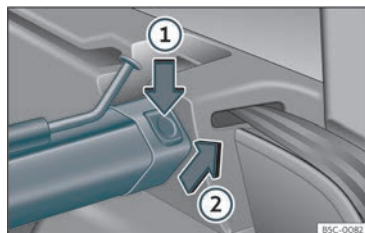

Fig. 132 Na bagageira: desmontar a rede de separação.
- Pressione o botão de desbloqueio esquerdo ou direito »» Fig. 132 no sentido da seta ①.
- Retire a carcaça do suporte no sentido da seta »» Fig. 132 ②.
- Pressione a carcaça nos suportes esquerdo e direito no sentido contrário ao da seta »» Fig. 132 ② até que encaixe.